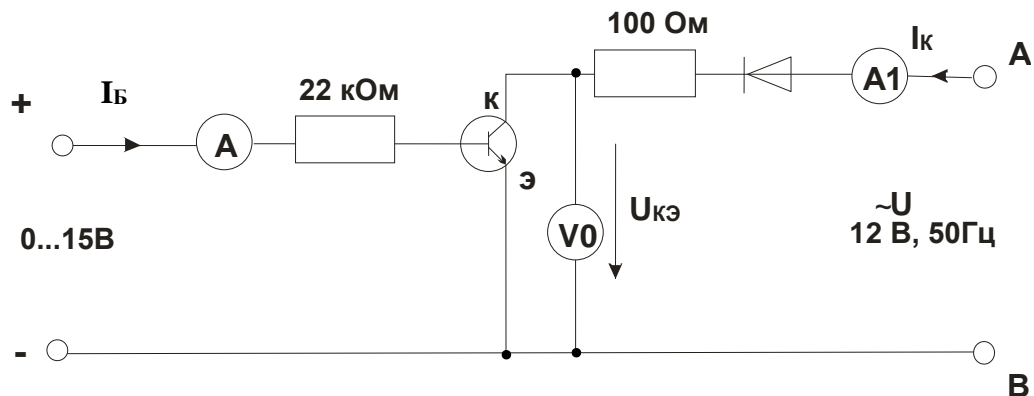

Рис. 4.2.2
- Соберите цепь согласно схеме (рис. 4.2.2). В этой цепи в качестве источника синусоидального напряжения используется линейное напряжение трехфазного генератора, а диод включен для исключения обратного напряжения на транзисторе. Приборы A1 и V0 – входы коннектора, служащие для вывода тока  $I_k$  и напряжения  $U_{кэ}$  на виртуальный осциллограф. Миллиамперметр A служит для измерения тока базы и может быть как мультиметром, так и виртуальным прибором.